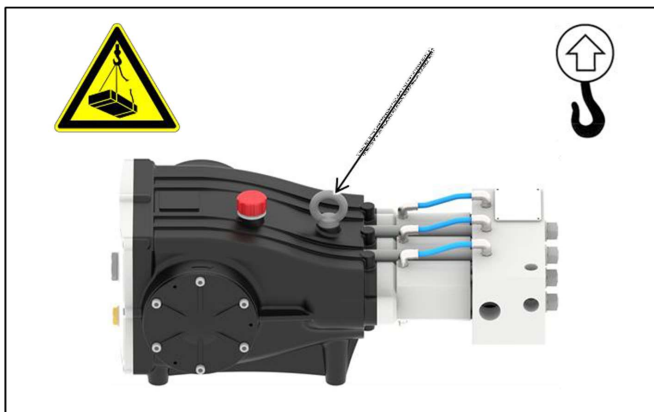

Figure 10 : Anneau de levage
- Soulever la pompe seulement par le point d'élingage prévu pour le transport (Figure 10).